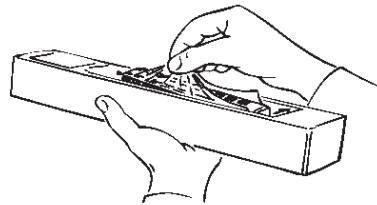

Fig. 2
**Aufrüstung:** Sie können für Ihren Fahrbetrieb unter verschiedenen Kupplungen wählen (Fig. 2). Wir empfehlen den Einsatz der ROCO-Kurzkupplung. Im beigelegten Zurüstbeutel finden Sie auch kleine vorbildgetreue Steckteile für eine erweiterte Aufrüstung Ihres Modells (Fig. 2), die Sie bitte **vorsichtig montieren. Achtung!** Kleben nur mit ausdrücklichem Hinweis.
**Fittings:** Operation is possible with different couplings (fig. 2). We recommend using the ROCO close coupling. In the enclosed accessory bag you will find small kits to be fitted on your locomotive. Please **mount them cautiously**.
**Attention!** Use glue only if indicated (fig. 2).
**Montering av extra detaljer:** Välj mellan två koppeltyper för ditt lok (fig. 2). Påsen som medföljer modellen innehåller prototypriktiga detaljer som försiktigt kan monteras på loket för ett mera realistisk utseende (fig. 2).
**OBS!** Använd lim endast om så markeras på ritningen (fig. 2).